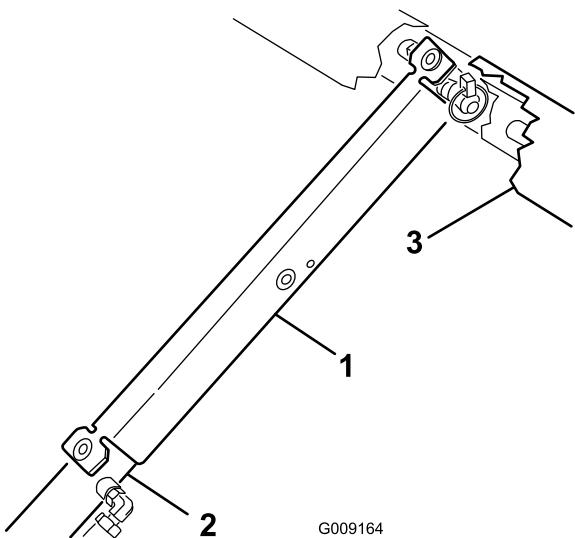

Figura 79
8. Spingete il supporto del pianale sull'asta del cilindro, assicurandovi che le alette alle estremità del supporto poggiino sull'estremità della canna del cilindro e sull'estremità dell'asta del cilindro di sollevamento (Figura 79).